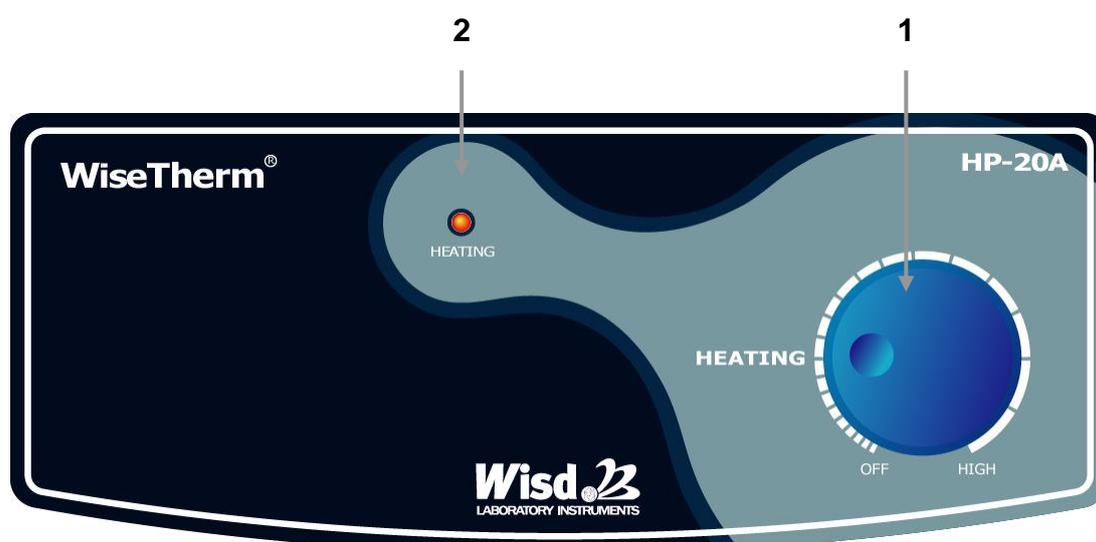

Рис.2 Панель управления плитки нагревательной *WiseTherm*® с аналоговым контроллером
На рис.1 показан внешний вид нагревательной плитки (магнитной мешалки) *WiseTherm*® с аналоговым управлением. (Дизайн панели управления может несколько отличаться – см. рис.2)
**Простой и удобный дизайн панели управления прибора изображен на рис.2.**
- ① Регулятор нагрева
- ② Лампочка - индикатор нагрева